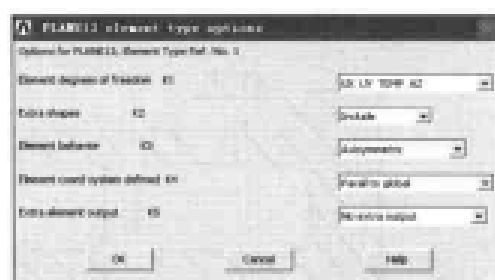

图 13-30 PLANE13 单元属性设置对话框
(2) 单击 Element Types 对话框上的 Options 按钮, 出现 PLANE13 element type options 对话框, 在 Element degrees of freedom K1 下拉列表框中选择 UX UY TEMP AZ 选项, 在 Element behavior K3 下拉列表框中选择 Axisymmetric 选项, 如图 13-30 所示, 单击 OK 按钮, 关闭该对话框。